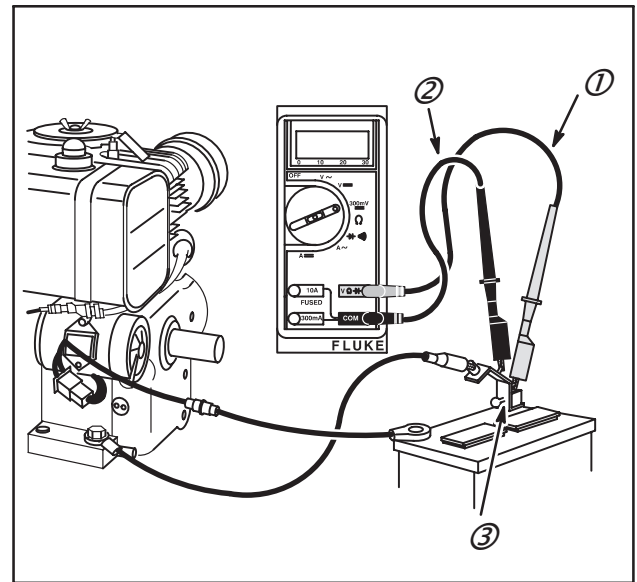

Fig. 34
Le shunt C.C. **doit** être installé sur la borne – (**négative**) de la batterie, Fig. 34. Toutes les connexions doivent être propres et serrées.
2. Introduire le fil ROUGE (1) du contrôleur dans la borne $V \Omega \rightarrow$ du contrôleur et le relier à la borne ROUGE du shunt, Fig. 34.
3. Introduire le fil NOIR (2) du contrôleur dans la borne COM du contrôleur et le relier à la borne NOIRE du shunt.
5. Fixer la pince du fil ROUGE du contrôleur à la borne de sortie C.C. du régulateur-redresseur, Fig. 34.